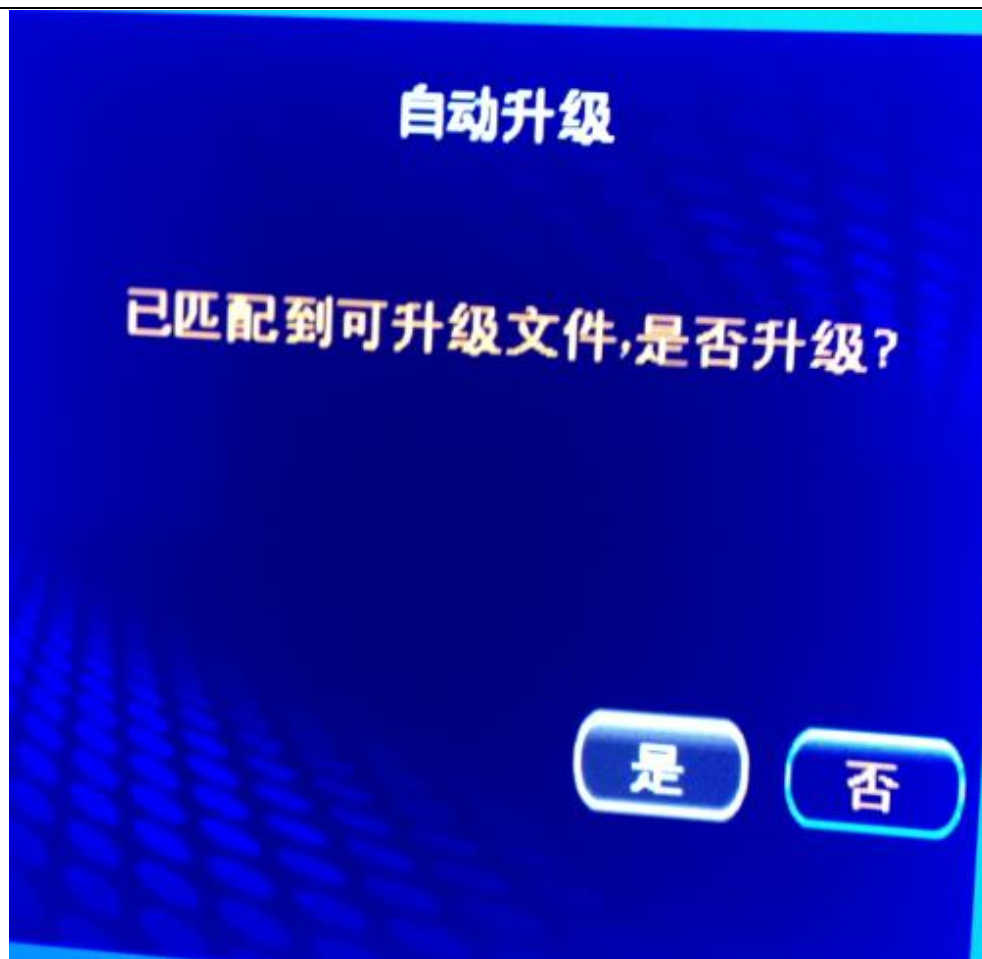

图 1
1、将自动升级文件 LED42K188.bin 放到 USB 根目录下, 插入 USB, 等待几秒钟时间, 会弹出如下升级提示 (如图 1) :